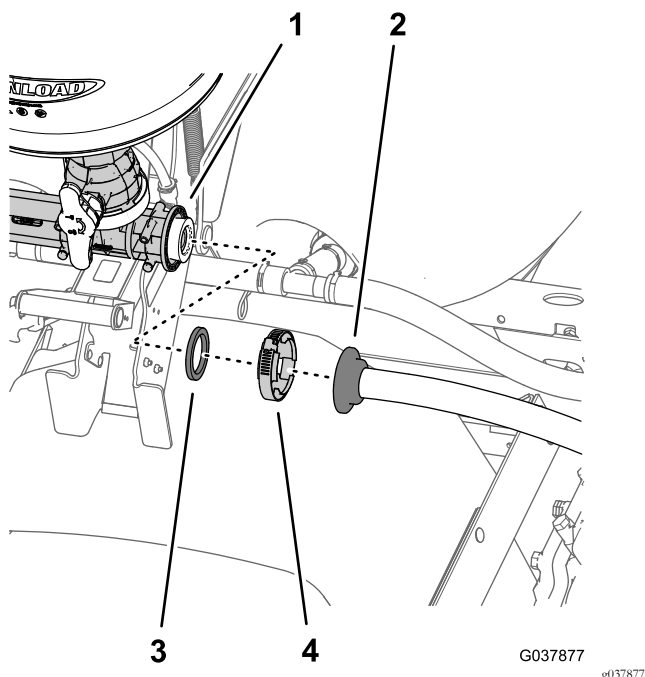

Figura 41
1. Retire a braçadeira de tubos que prende a união estriada reta do tubo de fornecimento do misturador à flange de entrada do misturador (Figura 41).
2. Separe a união estriada reta do misturador e retire a junta (Figura 41).